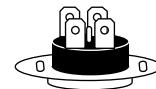

Рис. 11
- для горизонтальных водонагревателей серии RS2: нажать до щелчка кнопку, расположенную по центру термовыключателя, который находится рядом с ТЭНом (имеет круглую форму), рис. 11;